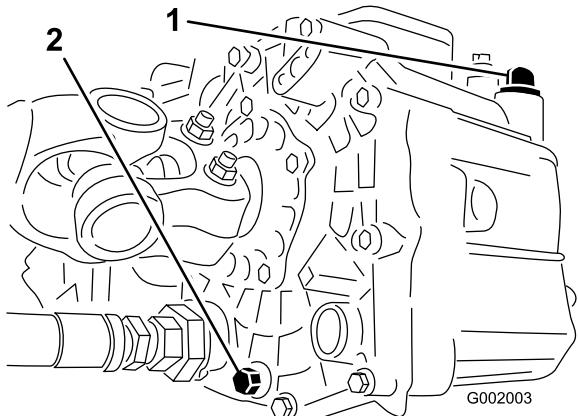

Figura 66
- Retire el tapón de vaciado del lado del depósito y deje que se drene el aceite hidráulico al recipiente (Figura 66).